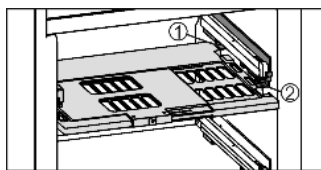

Fig. 12
- ▶ Установка пластины регулировки влажности: поперечные ребра крышки на пластине вставить через низ в задний держатель Fig. 12 (1) и защелкнуть спереди на держателе Fig. 12 (2).